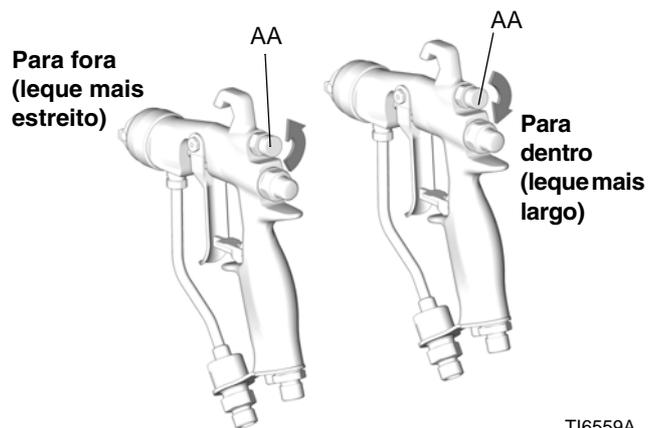

FIG. 7. Botão do Leque de Ar
- Consulte FIG. 7. Feche o ar de regulação do leque, rodando o botão (AA) totalmente no sentido dos ponteiros do relógio (para dentro). Deste modo a pistola é regulada para o leque mais amplo.
- Consulte FIG. 7. Para um leque mais estreito, rode o botão da válvula de regulação do leque (AA) no sentido contrário ao dos ponteiros do relógio (para fora). Se o leque ainda não for suficientemente estreito, aumente ligeiramente a pressão do ar para a pistola ou utilize um bico de tamanho diferente.